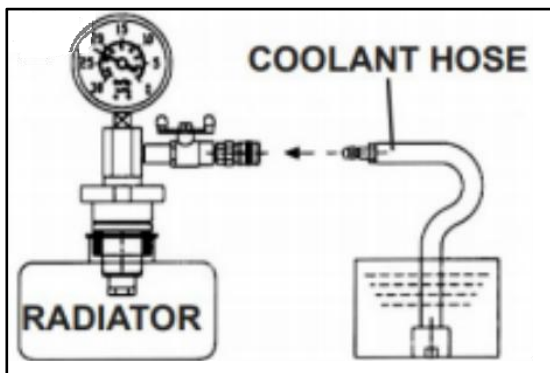

FIG. 4
3.7 Placez le tuyau de remplissage dans le récipient contenant le liquide de refroidissement et raccordez l'autre extrémité au produit (Fig. 4). Assurez-vous que l'extrémité du tuyau reste immergée pendant toute la durée du remplissage.